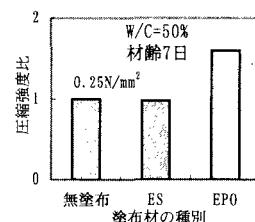

図2 塗布材の違いによる強度性状
4.1 塗布材 図2に塗布材の種別による強度の比較を示した。ここでは無塗布に対する強度比で表した。その結果、塗布材EPOの強度が無塗布のものに比べ1.6倍大きくなかった。このことから、表面強化の塗布材としてEPOを採用する。以下の検討項目は、表面塗布材にEPOを用いたモルタルを対象とした。